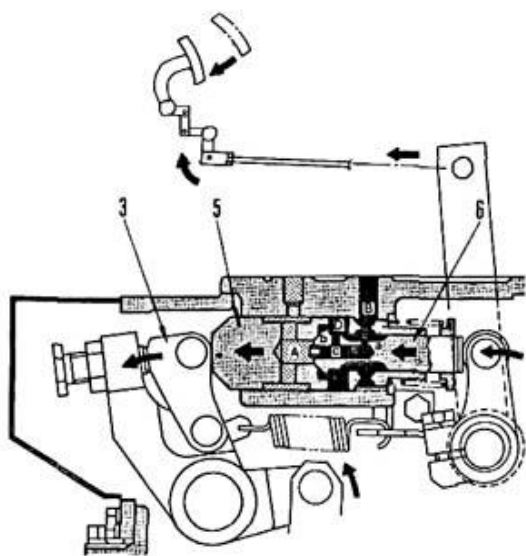

Рис. 5-33
При нажатии педали тормоза (Рис. 5-33), как мы можем видеть, шток (9) толкает скользящий золотник (6) влево и отрывает масляный канал, поршень (5) перемещается влево при помощи масла под давлением из насоса и приводит в действие коромысло клапана (3), что обеспечивает работу тормоза.